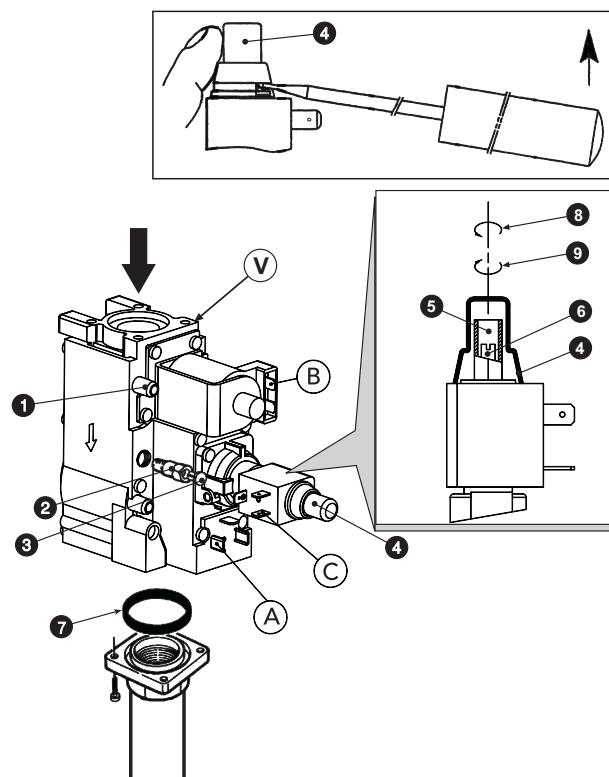

рис. 4 - Перенастройка котла на другой вид газа
Операции регулировки давления должны выполняться при работающем котле с помощью соответствующих регуляторов, установленных на 2-ступенчатых газовых клапанах (см. рис. 4)
3. Снимите защитную крышку регулятора давления 4 на рис. 4.
1. Медленно поверните ручку регулировочного термостата по часовой стрелке до 1-го щелчка; таким образом обеспечивается подача газа в отверстия А и В газового клапана (см. рис. 4).
2. Регулируйте давление с помощью винта 6 на рис. 4 и проверьте его на соответствие со значениями, приведенными в таблице технических данных на сез. 5.3.
1. Поверните ручку термостата регулировки до максимума; таким образом обеспечивается подача газа в отверстия А, В и С газового клапана (см. рис. 4).
2. Регулируйте давление с помощью винта 5 на рис. 4 и проверьте его на соответствие со значениями, приведенными в таблице технических данных на сез. 5.3.
2. Снимите с газового клапана маленький колпак 3 (рис. 4), установите на клапан регулятор "STEP" зажигания 2, находящийся в комплекте перенастройки, и наденьте на него колпак 3.
Осуществляется выполнением описанных выше операций, сняв регулятор зажигания "STEP" 2 на рис. 4 с газового клапана и установив колпак 3 на рис. 4 непосредственно на клапан.